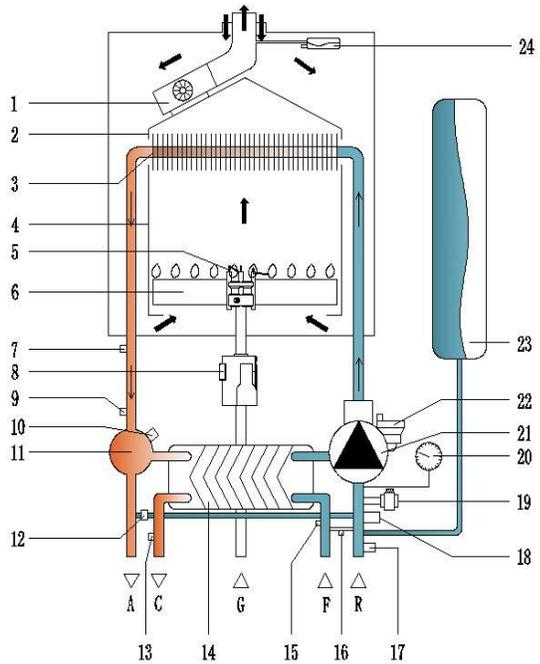

Рис. 4
3.7.1 Принципиальная схема циркуляции теплоносителя для модели с пластинчатым теплообменником ГВС (рис. 4)